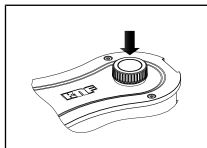

Fig.5: Attivazione/ disattivazione della pompa
- Attivare la pompa premendo il pulsante/manopola (vedere Fig. 2/3, vedere Fig. 5).
→ Disattivare la pompa utilizzando il pulsante/manopola (vedere Fig. 5).